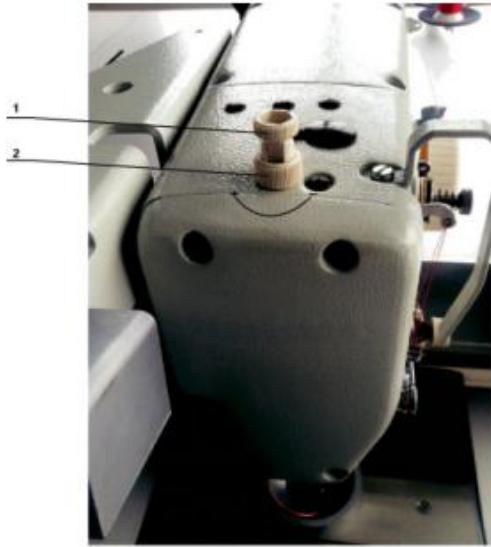

图 20
- 松开调压螺母 2（图 20）；
- 在旋转调压螺钉 1，顺时针旋转增大压脚压力，逆时针旋转减少压力（图 20）